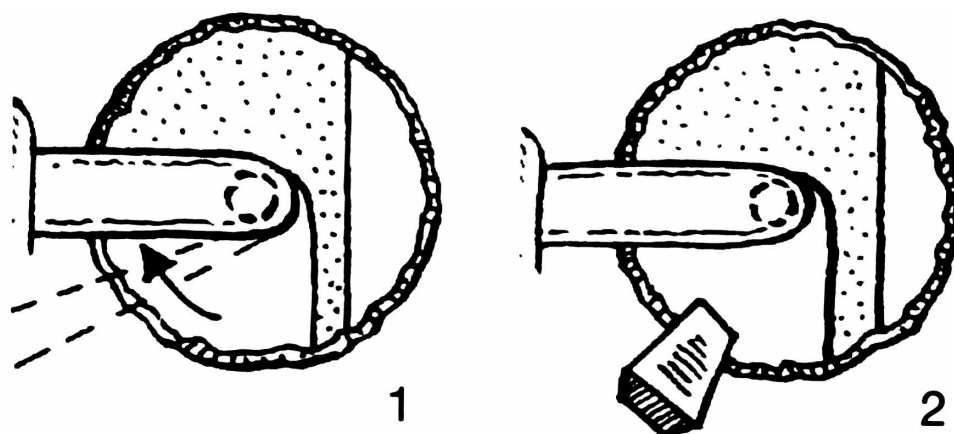

FIG. 071
- Una vez hecha la muesca. **FIG. 071**
- Hacemos el corte de tala de medio sector, e introducimos una cuña -acuñaremos-. **FIG. 071**